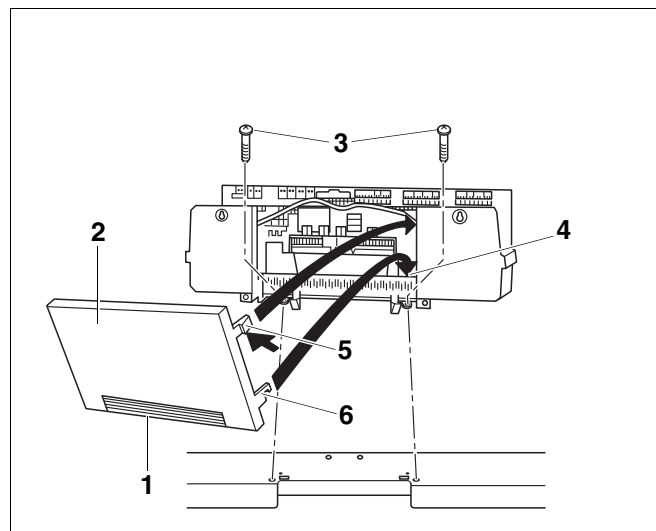

Рис. 20 Крепление системы управления Logamatic 4000
- Снимите заднюю стенку (Рис. 20, **поз. 2**).
При необходимости можно выломать или вырезать заглушку (Рис. 20, **поз. 1**) на задней стенке (Рис. 20, **поз. 2**) системы управления.
- Установите оба нижних крюка (Рис. 20, **поз. 6**) справа и слева на задней стенке (Рис. 20, **поз. 2**) шлицом на верхнюю кромку рамки с хомутами.
- Слегка нажмите верхние эластичные крюки (Рис. 20, **поз. 5**) внутрь (по стрелке) и вставьте заднюю стенку (Рис. 20, **поз. 2**) так, чтобы оба крюка защелкнулись.
- Установите крышку клеммного щитка и закрепите ее 2 винтами (Рис. 20, **поз. 3**).